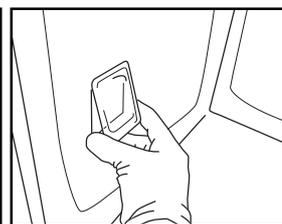

Fig.9
5. Volver a poner la tapa y empujar contra la pared para engancharla bien (Fig. 9).